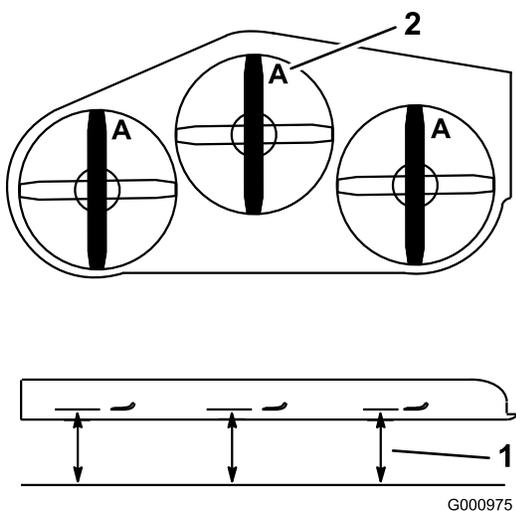

Рисунок 113
2. Измерьте расстояние от горизонтальной поверхности до режущей кромки ножей в положении **A**, (Рисунок 113).